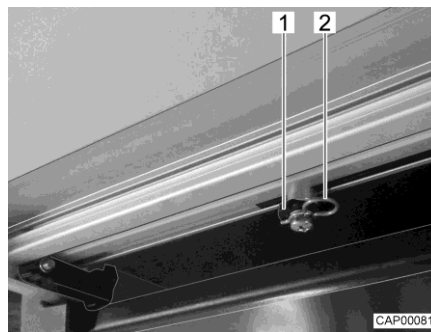

Bild 115 Antriebsstange (Eintrittsstufe)
- An der Unterseite der Eintrittsstufe beide Sicherungsclips (Bild 115,2) an den Antriebsstangen (Bild 115,1) abziehen.